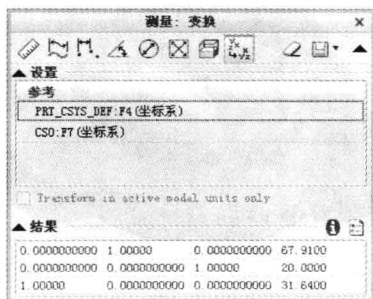

图 7-125 测量变换
Step 04 执行操作后,即可测量变换,单击“测量:变换”对话框中相应的下三角按钮,显示所选对象的变换关系,如图 7-125 所示。